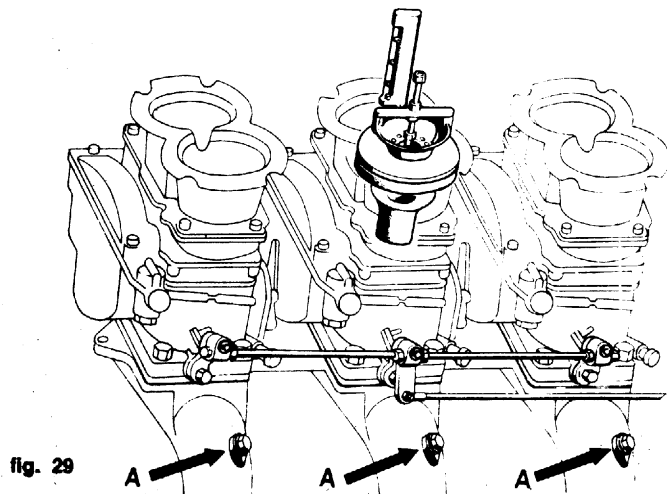

fig. 29
1 - Sostituire i tappi (N. 6) filettati (A, fig. 29) con i raccordi dei vuotometri collegando i condotti di destra con la cassetta posta sul parafango sinistro e vice-versa, in modo tale che i due condotti del primo carburatore siano controllati dai due vuotometri contraddistinti col n. 1 e così via.
1 - Remplacer les bouchons (6) filetés (A, fig. 29) par les raccords des vacuomètres, en raccordant les conduits de droite avec le coffret situé sur le garde-boue gauche et vice-versa, de façon à ce que les conduits du premier carburateur soient contrôlés par les deux vacuomètres marqués n. 1 et ainsi de suite.
1 - Unscrew the (6) threaded caps (A, fig. 29) and insert the vacuum-gauges pipes, connecting the right ducts with the set placed on the left mudguard and vice versa, in order that the two ducts of the first carburetor are controlled by the two vacuum-gauges marked nr. 1 and so on.
e - Sostituire i raccordi dei vuotometri con i tappi filettati (A, fig. 29) e rimontare il filtro aria.
e - Remplacer les raccords des vacuomètres par les bouchons filetés (A, fig. 29) et remonter le filtre à l'air.
e - Replace the gauges pipes with the plugs (A, fig. 29) and remount the air filter.